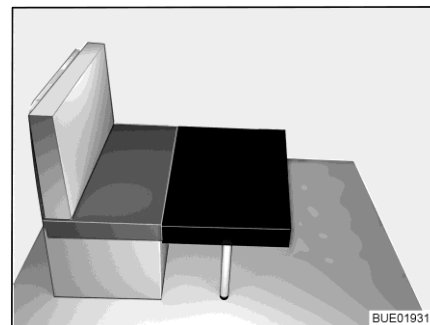

Bild 67 Efter ombyggnaden
- Placera den extra dynan framför sittdynan på sittbänken på bordet (se Bild 67).